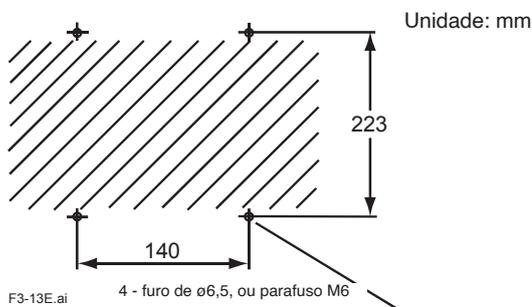

Figura 3.15 Orifícios de montagem
- (1) Faça um furo na parede conforme ilustrado na Figura 3.15.
- (2) Instale a unidade de ajuste de fluxo; remova as partes de montagem no tubo dos encaixes de montagem da unidade de ajuste de fluxo e instale a unidade firmemente na parede com quatro parafusos.